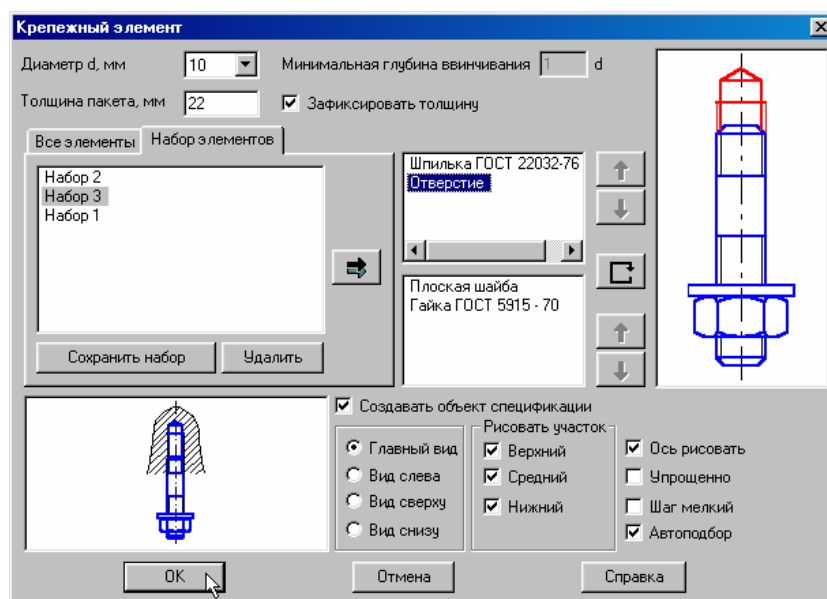
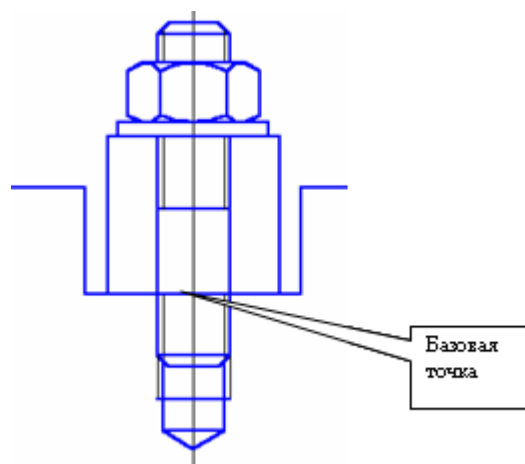

Рис. 17
Рис. 18.
5. Выполните шпилечное соединение. Выберите из конструкторской библиотеки **Крепежный элемент**. Появится окно с параметрами пакета, рис. 16. Активизируйте **Набор элементов**. Выберите набор шпилечного соединения. Выберите шпильку указанного стандарта (шпилька данного стандарта вворачивается в деталь, изготовленную из стали). Проставьте диаметр шпильки. Укажите толщину пакета (толщина верхней пластины). Для удаления вырыва (местного разреза) дважды щелкните на слове **Отверстие**, рис. 16. В открывшемся окне отключите флажок на **Создать вырыв**. Изображение отверстия изменится, рис. 17. Проставьте флажок на **Создать объект спецификации**. Установите шпилечное соединение по базовой точке, рис. 18, поставьте номера позиций, как Вы поставили в случае болтового соединения.